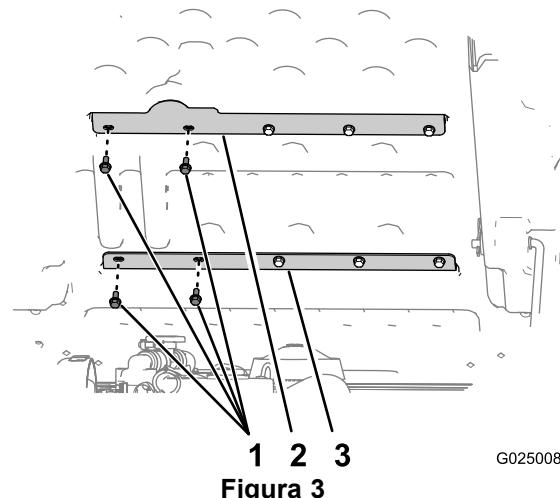

Figura 3
1. Retire os 2 parafusos mais à esquerda (5/16 x 3/4 pol.) que prendem o suporte superior da caixa à caixa (Figura 3).
2. Retire os 2 parafusos mais à esquerda (5/16 x 3/4 pol.) que prendem o suporte inferior da caixa à caixa (Figura 3).